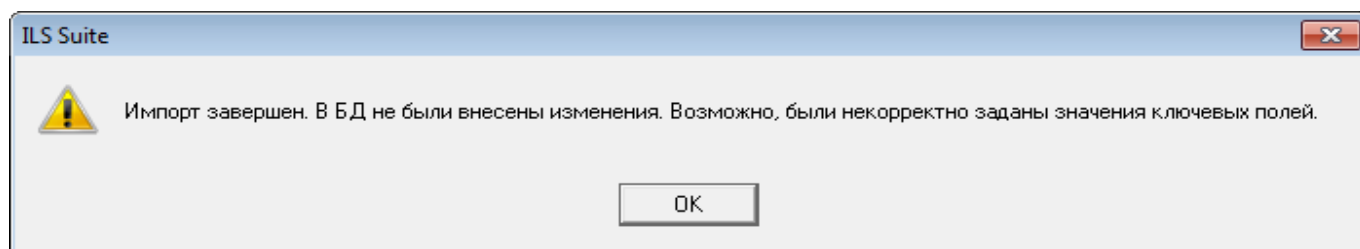

Рис. 13-533 – Информационное сообщение
8) Для выполнения процедуры импорта нажать кнопку «Импорт». После его завершения откроется информационное окно, представленное на рис. 13-533. Нажать «ОК» для его закрытия. Загруженные данные отобразятся в рабочем окне «Бюллетени».